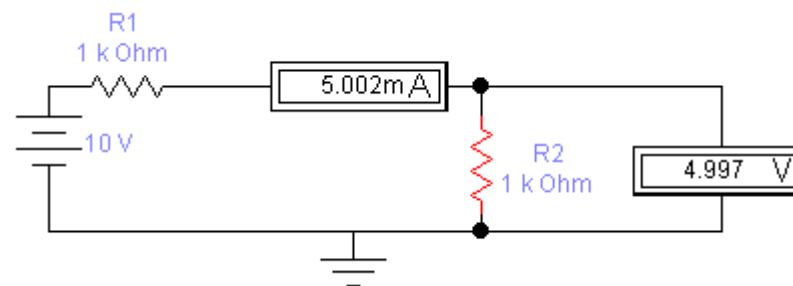

Рис. 2.2
2.4.7. В программе WorkBench соберите схему на рис. 2.2, проведите моделирование, проанализируйте результаты, применив закон Ома.